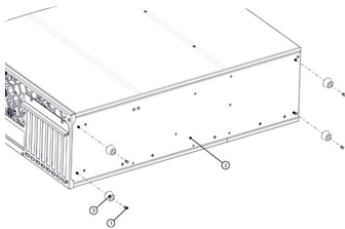

Рисунок 24 – Установка резиновых опор на корпус при вертикальном положении корпуса
- Прикрепите четыре резиновые опоры диаметром 18 мм к нижней крышке изделия с помощью винтов М3×6 с полукруглой головкой и шестигранного ключа s2 (рисунок 24).
2.2.3.4 Установка на резиновые опоры вертикально. Прикрепите четыре резиновые опоры диаметром 18 мм к нижней крышке изделия с помощью винтов М3х6 с полукруглой головкой и шестигранного ключа s2 (рисунок 24).